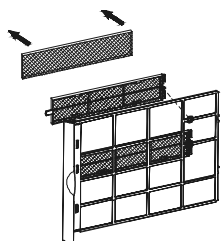

Fig. 20
- Remplacez les deux éléments du filtre et fixez-les dans les cadres (Voir figure 20).